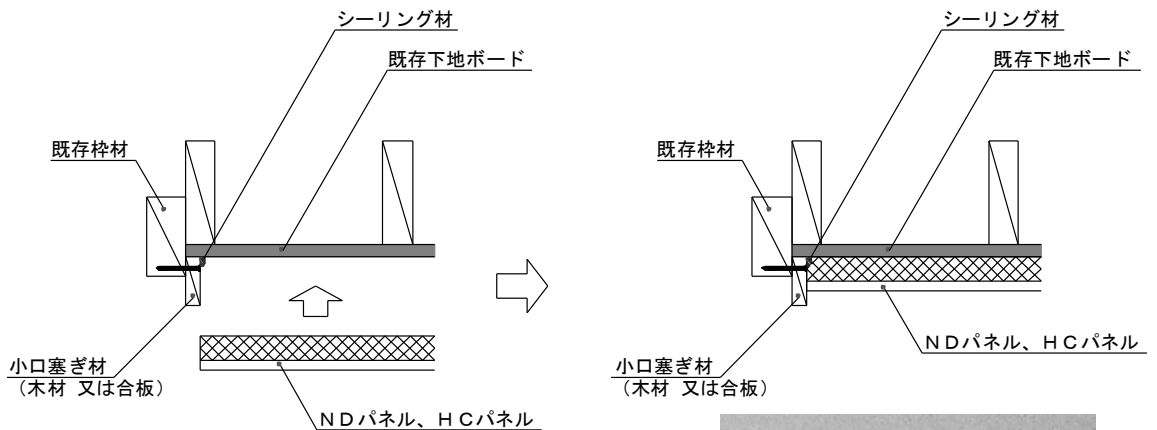

図10 開口部周り納まり図（例）
③ 開口部周り納まり図（例）
- ・ 扉や窓等の周りの取り合いは、図10のように既存枠材や額縁にNDパネル、HCパネルの小口が露出しないよう木材や合板を取り付け、防湿のためのシーリング材を塗布した上で施工してください。